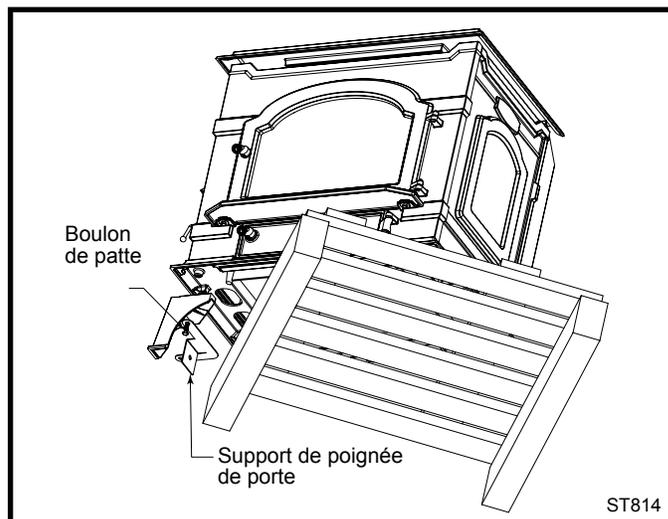

Fig. 20 Tournez le poêle sur la palette pour exposer le coin avant gauche.
2. Tournez le poêle dans le sens antihoraire jusqu'à ce que le coin avant gauche du poêle surplombe la palette et que les orifices de montage de la patte soit visible. (Fig. 20)